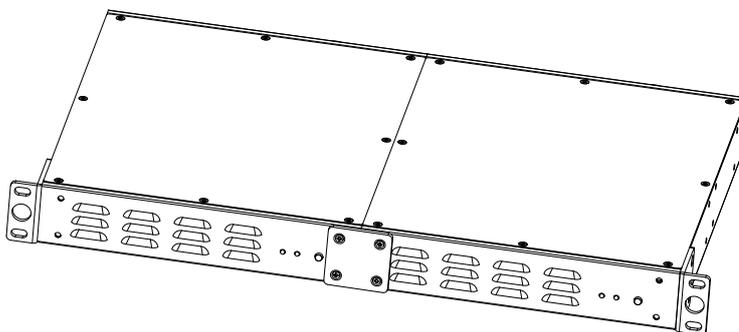

Figure 3 : configuration pour le montage côte à côte dans un rack
3. À l'aide de quatre des vis fournies, fixez un support d'accouplement sur les faces avant des deux unités afin qu'elles soient reliées à l'avant comme indiqué dans la Figure 3.
- À l'aide de huit des vis fournies, fixez les oreilles de montage en rack court sur les côtés des deux unités comme indiqué dans la Figure 3.